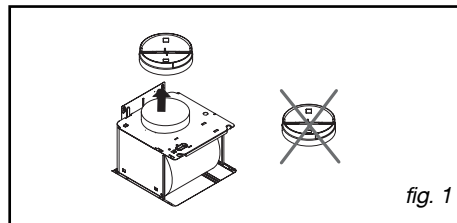

fig. 1
(fig. 1)
– Trek een horizontale lijn op minimaal 70 cm boven de kookplaat (A/fig.1).
– Trek een verticale lijn (B/fig.1) op de muur, gecentreerd in verhouding tot de kookplaat, vanaf het plafond tot de horizontale lijn (A).
– Knip de boormal volgens de stippellijn uit. U heeft nu 2 delen, C1 en C2 (fig.1).
– Plaats mal C2 (fig.1) op de muur door de lijn die het midden van de afzuigkap voorstelt op de verticale lijn B (fig.1) te leggen.
– Plaats mal C1 (fig.1) tegen de muur en tegen het plafond.
– Schroef de twee schroeven aan de bovenkant van de afzuigkap (D/fig.1) aan maar laat ze 5 mm uitsteken.
– Bevestig de metalen schouwsteun met behulp van de twee schroeven tegen de muur en tegen het plafond (fig.1).
- Verwijder de terugslagklep (fig.1).
- **Demontage van de filtercassette (fig.1)**